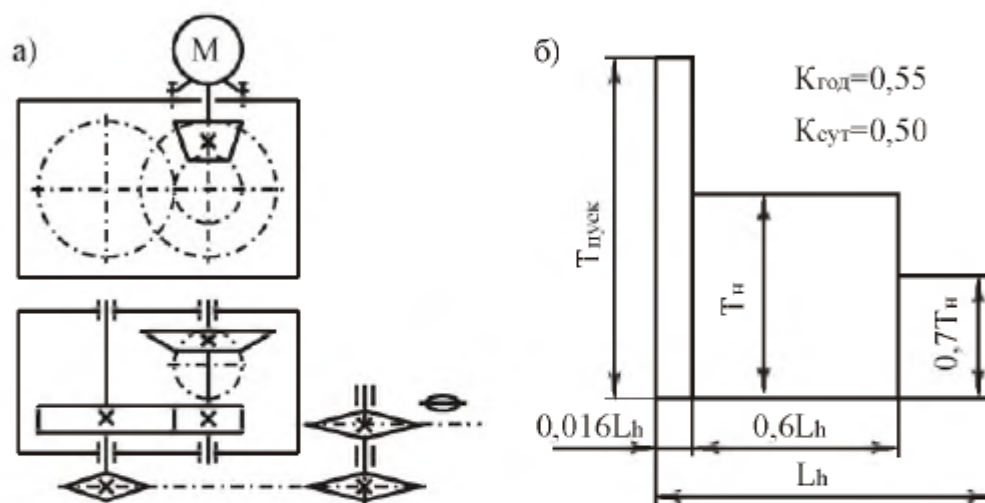

Рис. 6.11. Привод цепного транспортера:
**Тема 11.** Спроектировать привод цепного транспортера (рис. 6.11, табл. 6.11). Привод вала тяговой звездочки цепного транспортера осуществляется от асинхронного электродвигателя общего машиностроительного применения через коническо-цилиндрический двухступенчатый редуктор и открытую цепную передачу. Быстроходная ступень выполнена с вертикальным валом шестерни. Коническая шестерня установлена непосредственно на валу электродвигателя.